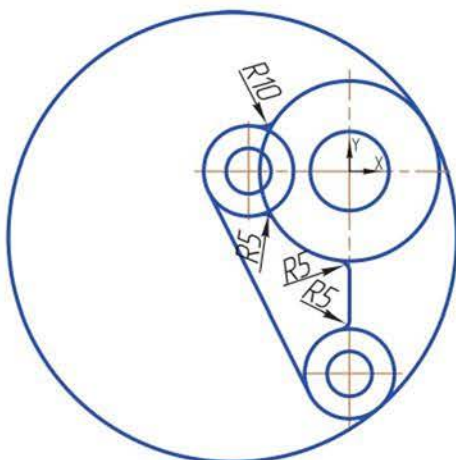

Рисунок 4.27 Построение окружности, касательной к двум кривым
7) Построить окружность, касательную к двум кривым – окружности диаметром 80 мм и нижней окружности радиусом 20 мм. В Панели свойств в ячейке *Радиус* ввести значение 100 мм. Из предложенных системой вариантов выбрать требуемый (рисунок 4.27).